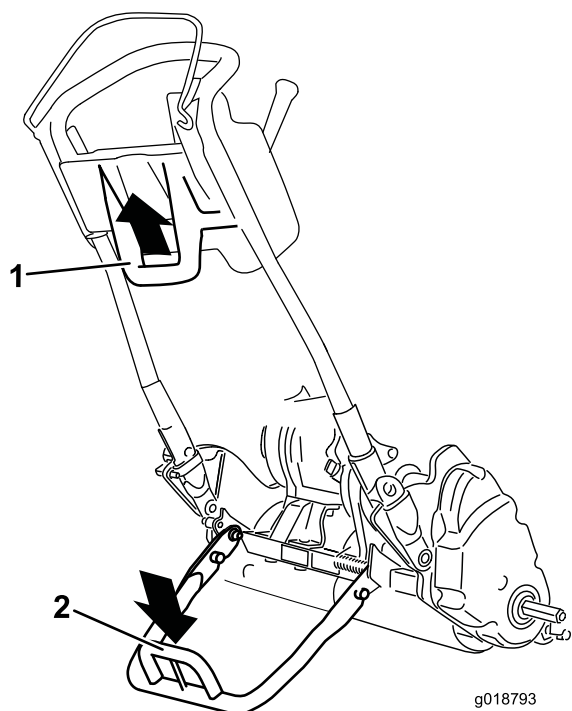

図 19
- 移動走行タイヤの着脱のためにキックスタンドを操作するには、スタンドを床面まで下げ、ループを足で踏みつけた状態のままで、機体下部についているハンドルを持ってマシンを後方に引いてください図 19。